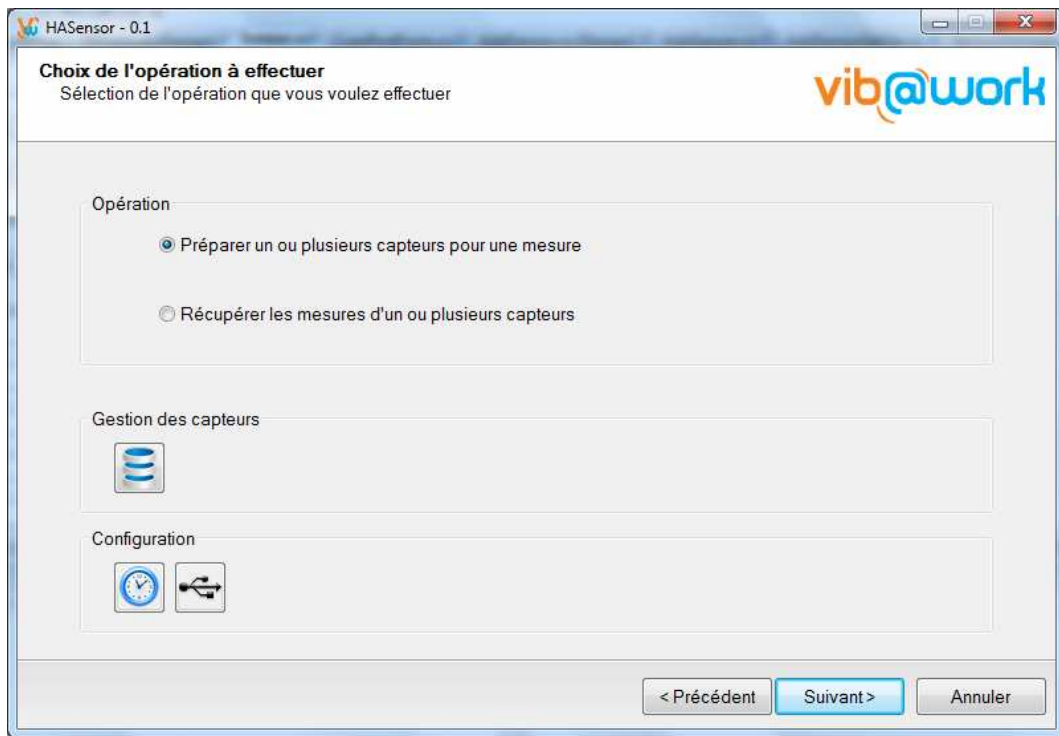

Figure 8 : Préparation des capteurs à la mesure
- Lancez le logiciel « HASensor », passez l'écran d'accueil en cliquant sur le bouton « Suivant > ». L'écran de sélection de l'opération à effectuer apparaît (Figure 8).